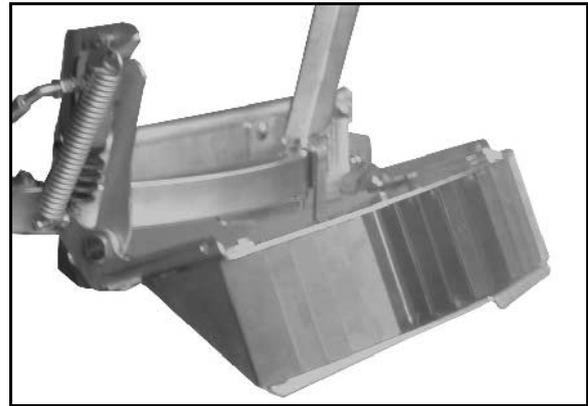

Fig. 50
Streugut kann sich in der Trichterrutsche festsetzen und die Auslauföffnungen (Fig. 50/1) verengen. Ein optimales Streubild wird nur erreicht, wenn beide Auslauföffnungen sauber sind. Deshalb sind die Auslauföffnungen vor jedem Einsatz des Großflächenstreuers, wie folgt zu kontrollieren und ggf. zu reinigen.
1. Trichterrutsche (Fig. 50/3) demontieren.
2. Auslauföffnungen der Trichterrutsche (Fig. 50/1) kontrollieren und ggf. säubern.
3. Trichterrutsche montieren und mit Klappstecker sichern (Fig. 50/2).